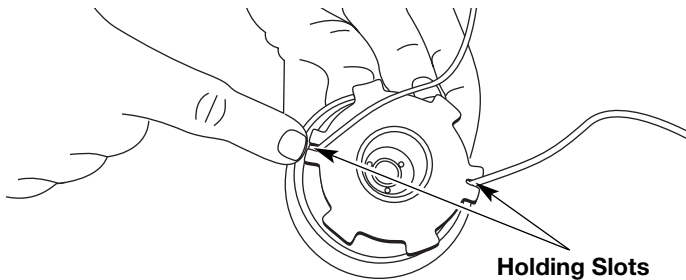

Fig. 30
12. Inserte los extremos de la línea en las dos ranuras de fijación (Fig. 30).